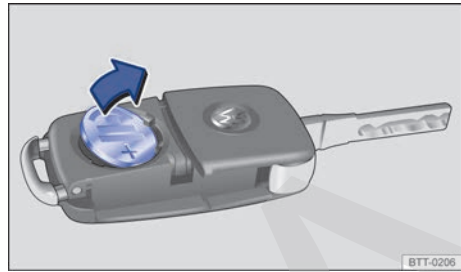

Fig. 26 Llave con comando remoto: remover la batería.
- Quitar la batería del alojamiento de la batería con una herramienta adecuada ⇒ fig. 26.
- Posicionar la nueva batería según lo indicado ⇒ fig. 26 y presionar en el sentido contrario al de la flecha hacia dentro del alojamiento de la batería ⇒ .